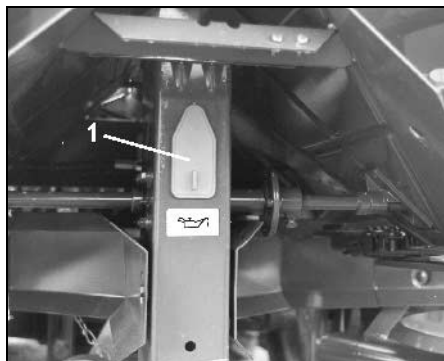

Fig. 55
- Rengör omröraraxel-kedjan och smörj in (Fig. 55/1).